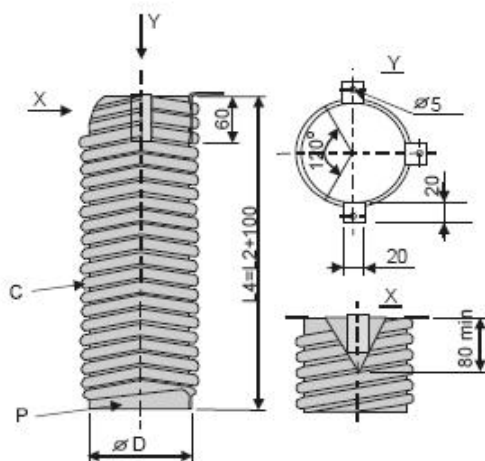

Рис. 8. Фундаментное гнездо с использованием гофрированной тали стандарта SFS 4632. На рисунке отмечены фундаментное гнездо (C) и опорная пластина (P).
Отверстия для фундаментных болтов создаются в фундаменте в виде гнезд (C) из гофрированной стали. См. также рис. 8. Высота заливки бетона в фундаменте определяется, исходя из необходимого положения вала рабочего агрегата, который крепится к опорной плите (G), опирающейся на регулировочные болты. Точная настройка высоты вала рабочего агрегата выполняется с помощью регулировочных болтов (E) в опорной плите. Расстояние между бетонным фундаментом и нижней поверхностью опорной плиты составляет около 60 мм (25—70 мм). Все регулировочные болты должны поддерживать опорную плиту, что обеспечивает неподвижность последней при вторичной заливке бетона. Начальную установку можно выполнить тремя регулировочными болтами.